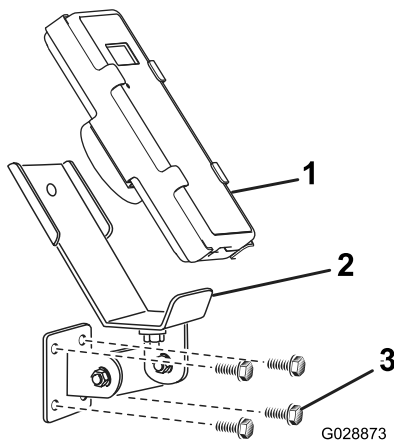
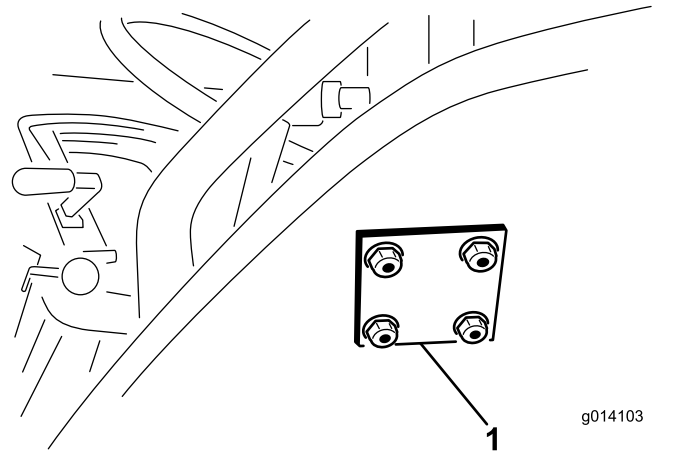

Bild 10
Bild 11
3. Befestigen Sie die Befestigungshalterung und die Rückplatte mit vier Bundkopfschrauben (5/16" x 1½") und Bundmuttern (Bild 10 und Bild 11).